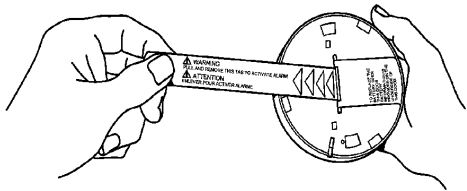

Figure 5: Activation du détecteur Tirez et détachez la languette pour activer le détecteur.
- 10.5 Activez le détecteur en enlevant la languette d'« Avertissement » tel qu'indiqué dans la figure 5 de la page suivante.